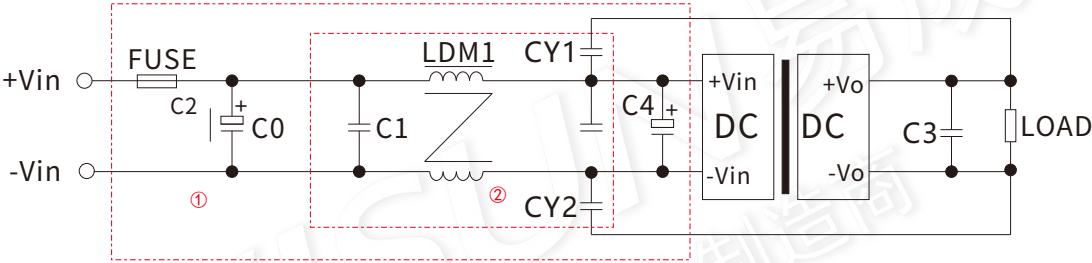

图4
辐射骚扰	CISPR32/EN55032 CLASS B （推荐电路见图4）
注：图 4 中第①部分用于 EMC 测试；第②部分用于 EMI 滤波，可依据需求选择。